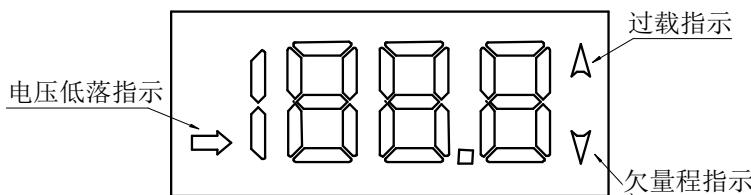
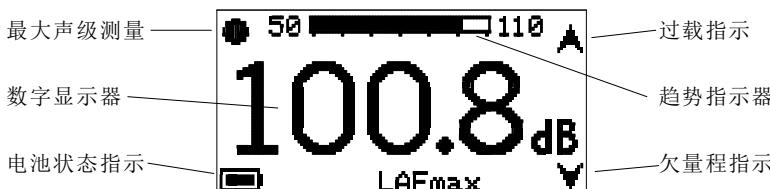

图 6 HY104 和 HY104B 型声级计显示器的字符
图 7 HY104A、HY104C、HY104D 和 HY104E 型声级计显示器的字符
- 显示器 : 128×64 点阵式液晶显示器，分辨力为 0.1 dB。同时显示电池电压标志、过载和欠量限标志，例图 6 和图 7。